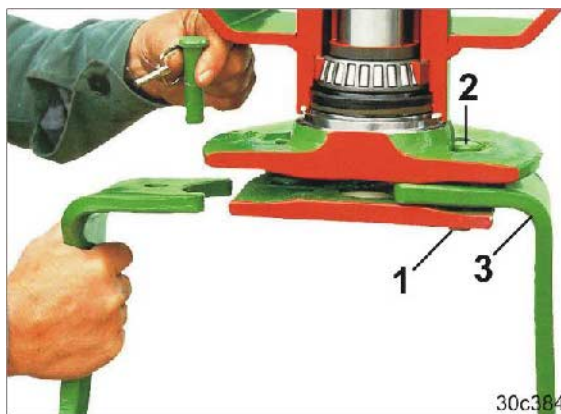

Fig. 162
2. Enlever la goupille d'arrêt (Fig. 162/1).
3. Chasser l'axe (Fig. 162/2) vers le haut pour le sortir du porte-outils.
4. Remplacer la dent de l'outil (Fig. 162/3).